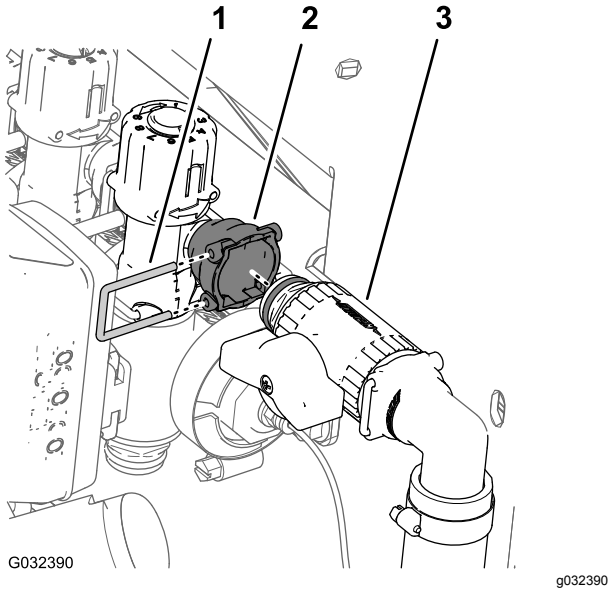

Bild 53
6. Entfernen Sie den Halter, mit dem das Abstellventil am Kupplungsanschlussstück an der äußeren Seite des Sicherheitsventils für das rechte Auslegerabschnittventil befestigt ist, und trennen Sie die Ventile (Bild 53).